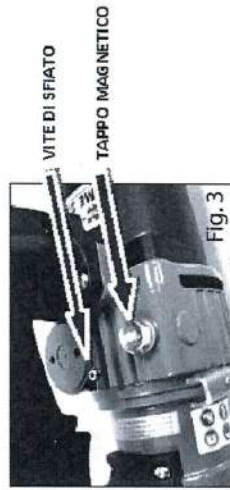

Fig. 3
1. Disporre la macchina orizzontalmente con il tappo magnetico (fig. 3) rivolto verso l'alto su di un apposito piano di lavoro, in posizione stabile. Predisporre sotto l'attrezzatura un bacino di contenimento per contenere eventuali perdite di olio;